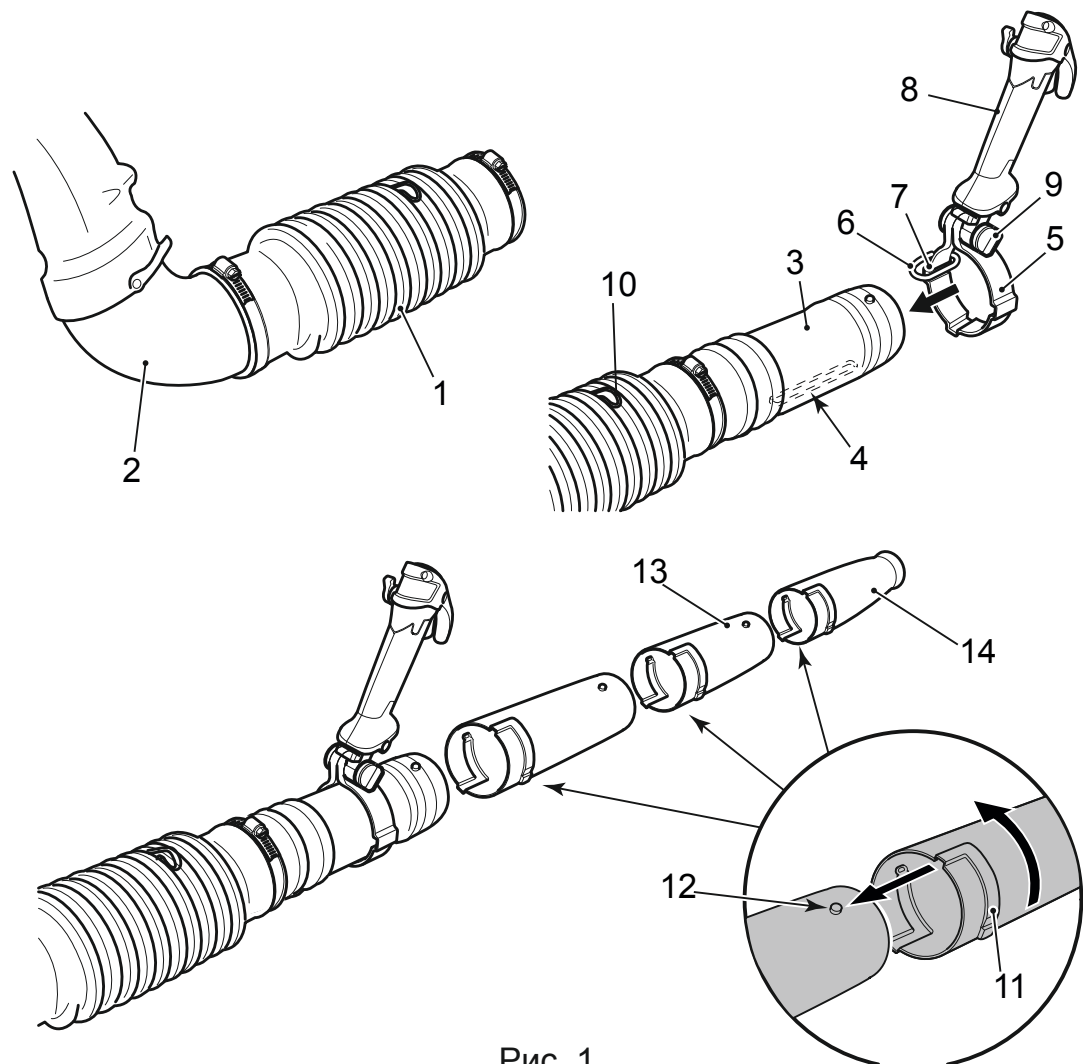

Рис. 1
Монтаж трубок воздуходувки и рукоятки управления (Рис. 1)
Можно регулировать положение и наклон ручки управления (Рис. 1) (8) для обеспечения удобного положения.
- Отвинтите винт (Рис. 1) (9).
- После выполнения регулировки завинтите винт (Рис. 1) (9).